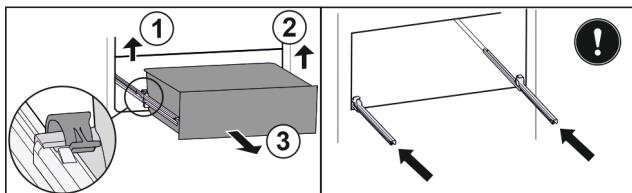

Fig. 112
- Повдигнете лявата скоба и едновременно с това изтеглете напред чекмеджето отляво. Fig. 112 (1)
- Повдигнете дясната скоба и едновременно с това изтеглете напред чекмеджето отдясно. Fig. 112 (2)
- Извадете чекмеджето напред. Fig. 112 (3)